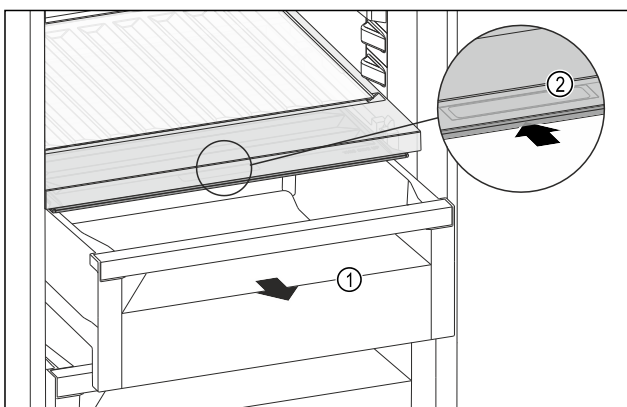

Fig. 161
- Schubfach Fig. 161 (1) herausziehen.
- Griffmulde Fig. 161 (2) am Fachdeckel anheben und Fachdeckel gleichzeitig nach hinten schieben.